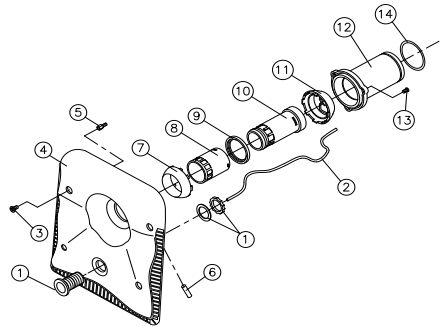
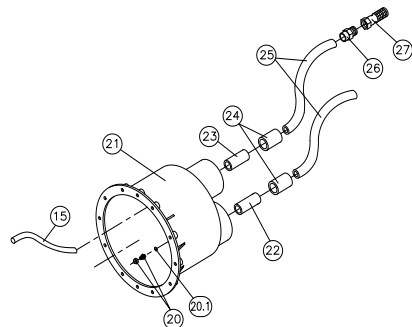

Fig. 3
Fig. 2
Le tube transparent (n° 2, fig. 2) sera connecté au micro-interrupteur situé dans le haut à droite du coffret; il importe de s'assurer qu'il n'est pas plié.
3.1 Um das Gehäuse (Nr.21, Fig.2) an einer Betonwand anzubringen, brauchen Sie nur die im Kapitel 2 (Aufstellungsort) angegebenen Anweisungen durchzuführen.
4.1 Das Gehäuse wird mit den schon eingebauten Rohren Nr.22 und 23, (Fig.2) geliefert; außerdem wird eine der Hülzen (Nr.24, Fig.2) im Rohr Nr.22 verleimt geliefert. Sobald wir das Gehäuse gemäß der Anweisungen des Kapitels 2 an der Wand befestigt haben, nehmen wir die Installation der Luft- und Pneumatikleitungen vor.
Diese Leitung besteht aus einer Hülse (Nr.24), einem Schlauch (Nr.25), einem Außengewinde (Nr.26) und einem Fußventil (Nr.27). Alle diese Teile werden montiert geliefert, weshalb wir nur das Ende der Hülse (Nr.24) am schon im Gehäuse installierten Rohr (Nr.23) ankleben müssen. Es ist wichtig, das Luftleitungsrohr an der Wand des Aufstellungsorts zu befestigen und darauf zu achten, daß das Fußventil im obersten Teil liegt, womit wir die Ansaugung von Schmutz vermeiden (siehe Fig. 8, Seite 42). Schließlich installieren wir noch den Schlauch (Nr.15, Fig. 2), indem wir ihn mit Druck in die Kanüle einführen, die sich im Inneren des Gehäuses befindet (siehe Fig.5, Seite 39).
Diese Leitung besteht aus einem Rohr(Nr.22), einer Hülse (Nr.24) und einem Schlauch (Nr.25). Da das Rohr (Nr.22) und die Hülse (Nr.24) schon im Gehäuse installiert sind, müssen wir nur das Rohr (Nr.25) anleimen. Bevor wir das Ende des Rohrs (Nr.25) an der Hülse (Nr.24) befestigen, führen wir das Transparentrohr (Nr.2, Fig.3) durch die Öffnung des Gehäuses ein und befestigen es mittels der dort vorhandenen Zwinne (Nr.20 und 20.1, Fig.2). Nach Durchführung dieser Operation verleimen wir das Rohr (Nr.25) mit der Hülse (Nr.24). Das Ende des Rohrs (Nr.2, Fig. 3) wird nun an den Mikroschalter angeschlossen, der sich auf einer Seite der Hidropneumatiktafel befindet, welche im HIDROJET einbegriffen ist.